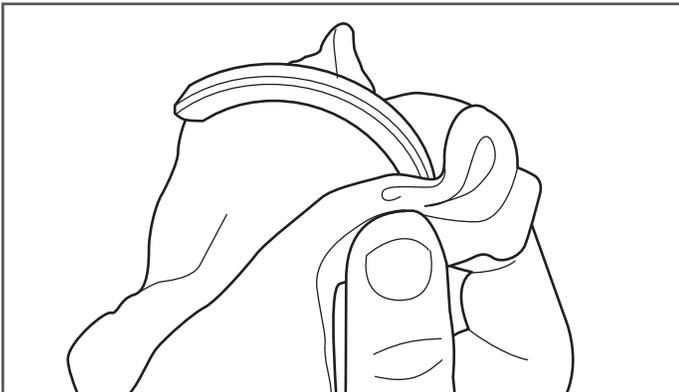

Figure 9-6
6. Essuyez les bagues fendues et inspectez-les pour détecter tout défaut visible à l'œil nu (Figure 9-6).